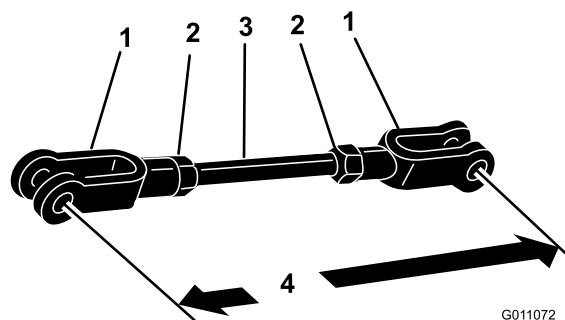

Bild 12
6. Setzen Sie die Muttern und Jochs auf die Gewindestange auf (Bild 12).
7. Stellen Sie die Jochs ein, bis zwischen der Mitte der Löcher ein Abstand von 228,6 mm besteht (Bild 12).